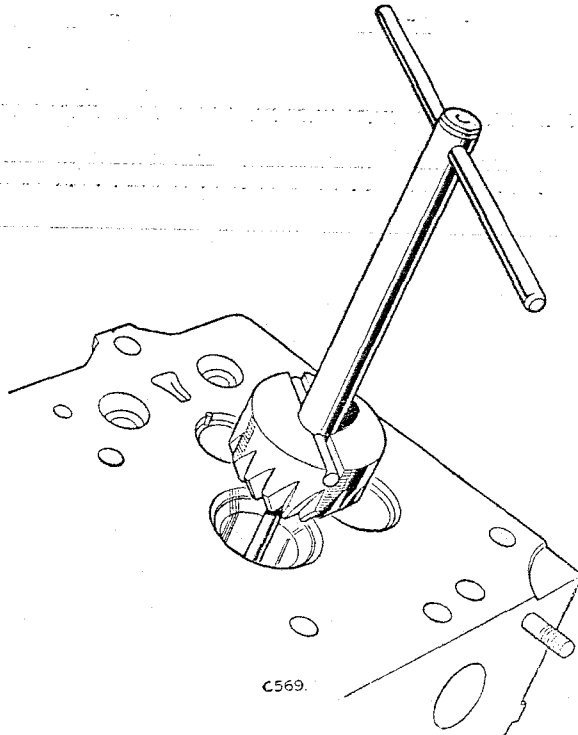

Fig. A-328—Herramienta de rectificación del asiento de válvula.
6. Rectifíquense los asientos de válvulas de admisión utilizando la herramienta especial No. 274413 y la herramienta especial No. 274414 para los asientos de las válvulas de escape. Véase Fig. A-328.